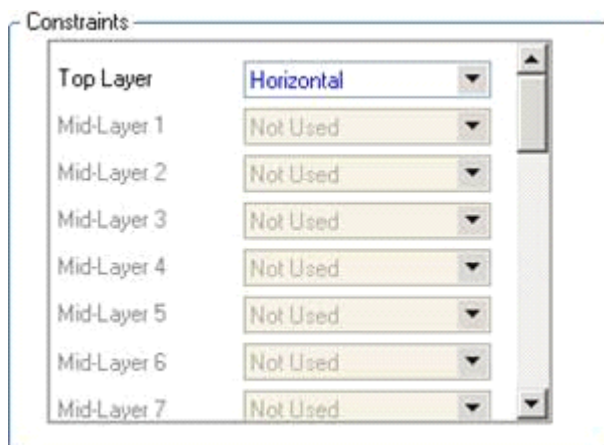

图6-16布线层设置
4. **Routing Layers（布线图）** 选项区域设置该规则设置布线板导的导线走线方法。包括顶层和底层布线层，共有32个布线层可以设置，如图6-16所示。